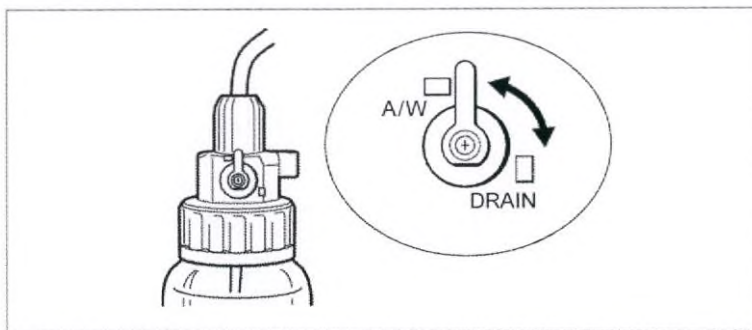

Рис. 4.9
2. Установите рычаг воздух/вода и слив в положение [A/W] (подача воздуха/воды) (Рис. 4.9).